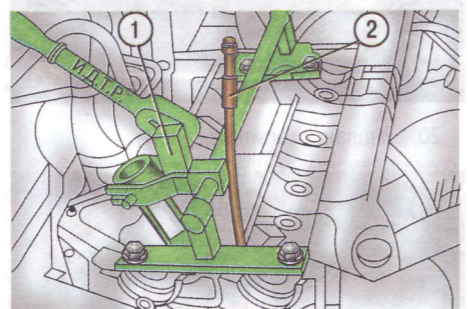

Рис. 5.8. Приспособления для снятия пружин клапанов: 1 - приспособление для сжатия пружин; 2 - приспособление для подачи воздуха в свечное отверстие
Вам потребуются: все инструменты, необходимые для снятия крышки головки блока цилиндров (см. «Замена прокладки крышки головки блока цилиндров», с. 89), ремня привода газораспределительного механизма (см. «Замена ремня привода газораспределительного механизма», с. 76), распределительных валов (см. «Замена распределительных валов», с. 96), а также пинцет (или намагнитная отвертка) для извлечения сухарей из тарелок пружин клапанов, приспособление 1 (рис. 5.8) для сжатия пружин клапанов, приспособление 2 для подачи воздуха в свечное отверстие (можно изготовить из неисправной свечи зажигания)...
8. Установите приспособления для снятия пружин клапанов на 2-й цилиндр двигателя, как показано на рис. 5.8.